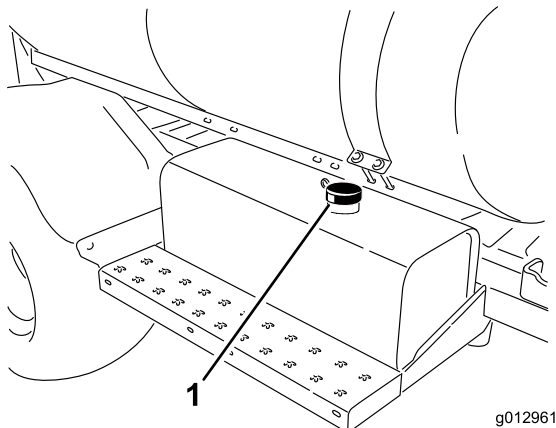

Figura 56
3. Limpie la zona alrededor del tapón del depósito de aceite hidráulico y retire el tapón (Figura 56).